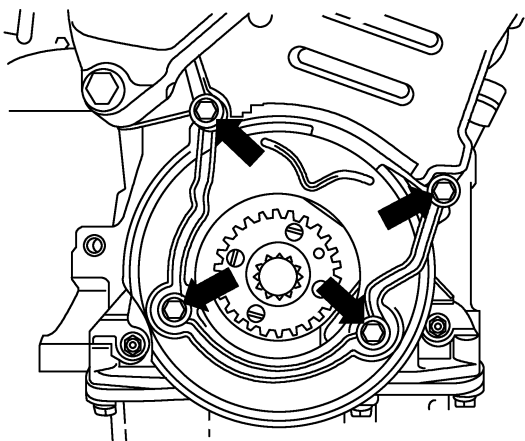

图 1-3-5 拧出正时带护罩下部部件的螺栓
(4) 如图 1-3-5 箭头所示,拧出正时带护罩下部部件的螺栓。